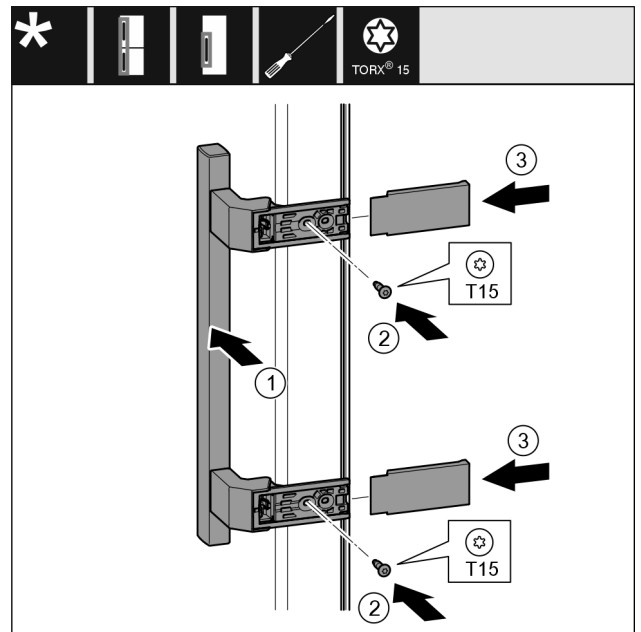

Fig. 11
- Breng het handvat aan de andere kant aan. Fig. 11 (1)
- Schroeven met schroevendraaier T15 vastschroeven. Fig. 11 (2)
- Plaats de afdekkingen op de zijkanten en schuif ze erop. Fig. 11 (3)